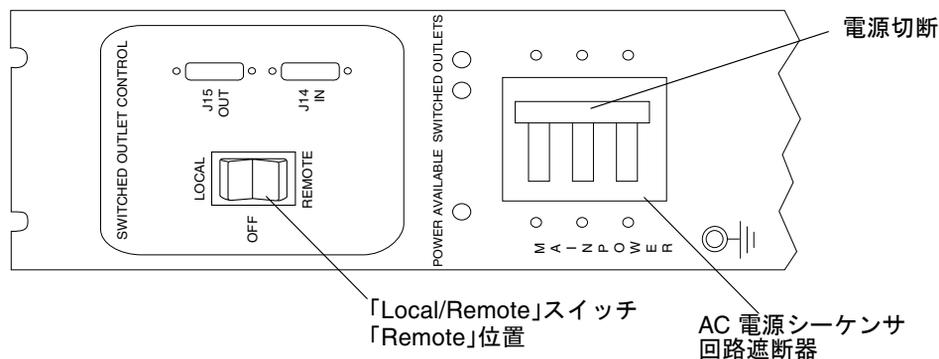

図 B-12 AC 電源シーケンサのコントロールパネル電源切断
7. システムの電源を切断するには、ベースキャビネットの正面下側と背面下側の両方の AC 電源シーケンサの回路遮断器を押し上げてオフにします (図 B-12)。